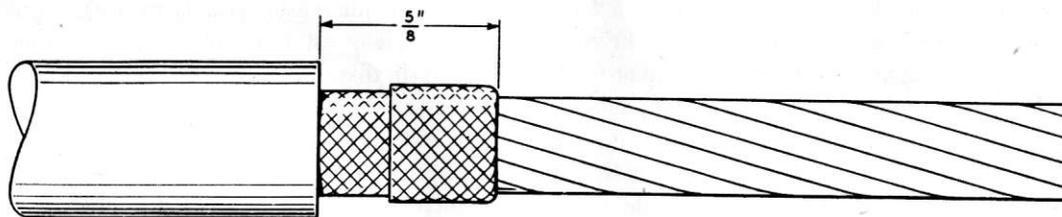

FIGURE 28c.
(4) Rabattre ensuite le blindage vers l'arrière et découper les fils pour former un bord net (voir fig. 28c),